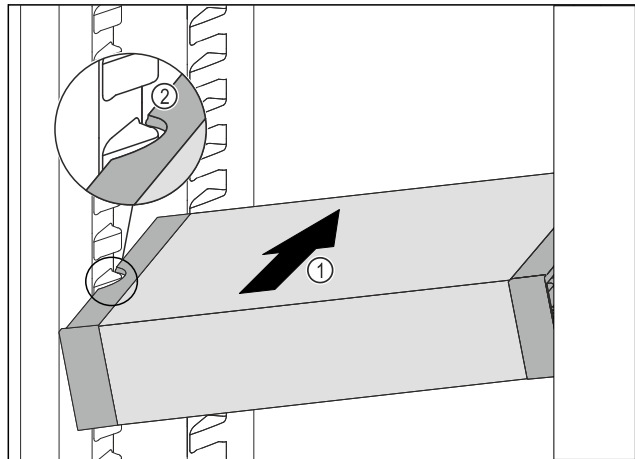

Fig. 94
- ▶ Вставити висувний ящик VarioSafe під кутом в охолоджувальне відділення Fig. 94 (1), доки бокові поглиблення Fig. 94 (2) VarioSafe не будуть розташовуватися на рівні ребра для ємності в охолоджувальному відділенні.